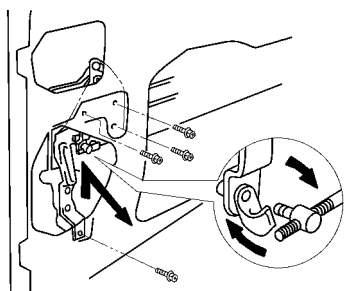

图 17-56 拆下车门锁遥控件
(7) 拆下车门锁遥控件。旋下 4 个螺栓，脱开接插件和开门控制杆，并通过辅助孔拆下车门锁遥控件，如图 17-56 所示。
(8) 拆下滑动车门锁。